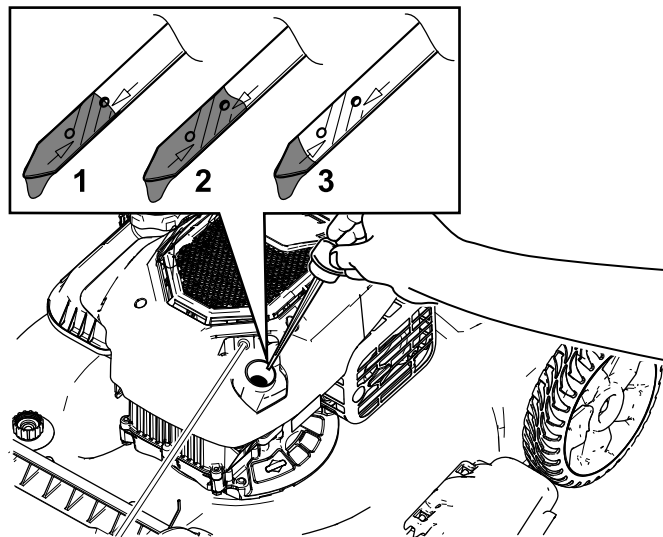

Рисунок 6
2. Извлеките масломерный щуп, повернув крышку против часовой стрелки и вытянув ее (Рисунок 6).
7. Определите уровень масла по отметкам на щупе (Рисунок 6).